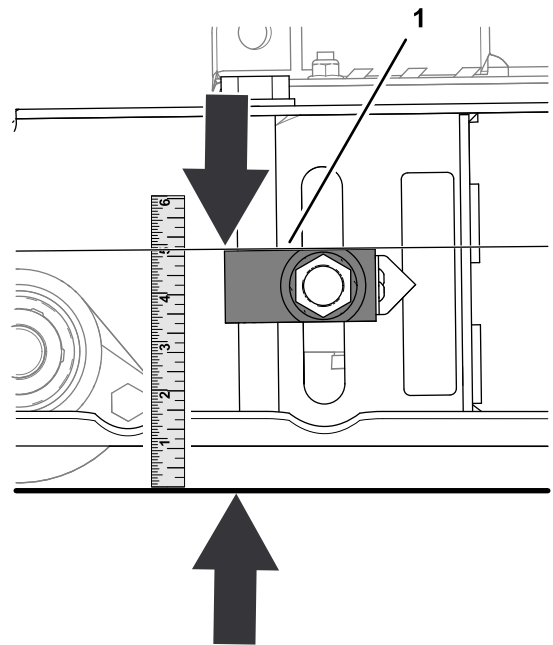

Figura 81
- Mida la distancia entre la parte superior del bloque del ajustador y el suelo (Figura 81).